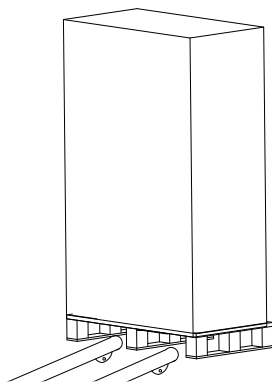

Abbildung 2-2 Transport zum vorgesehenen Standort
2. Transportieren Sie das Gerät mit einem Gabelstapler zum vorgesehenen Standort wie in Abbildung 2-2 gezeigt.